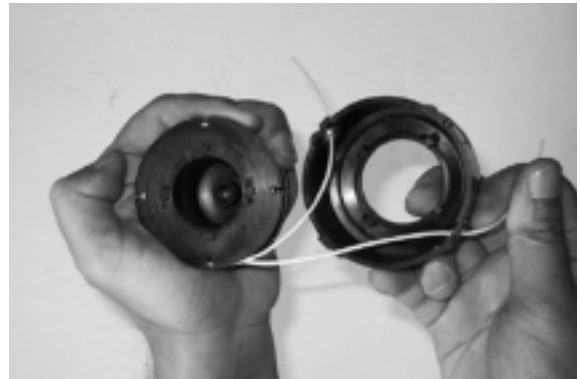

Fig. 27
7. Insérez le fil dans chaque orifice du support de bobine, et faites glisser la bobine dans ce support. (Fig. 27)